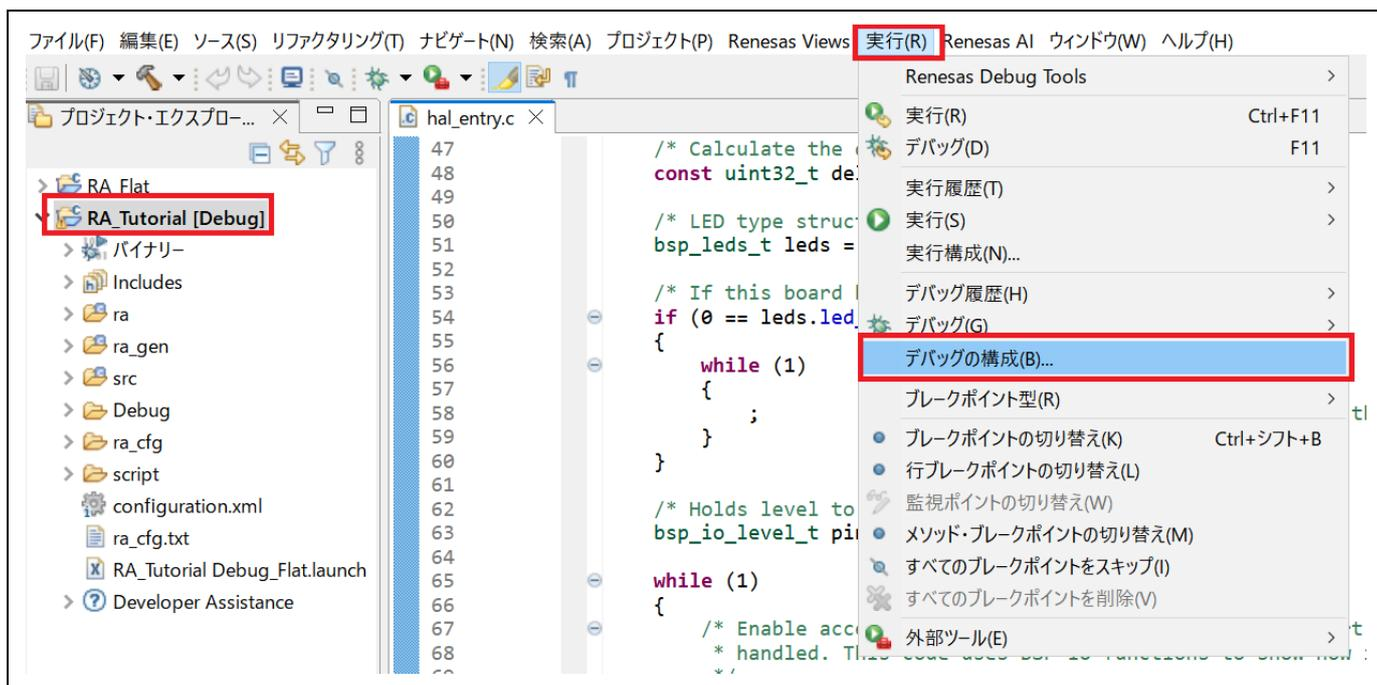

図 5-2 デバッガー [デバッグ構成] ウィンドウを開く
- (1) [デバッグ構成] ウィンドウを開きます（「図 5-2 デバッグ – [デバッグ構成] ウィンドウを開く」参照）。
- (2) [デバッグ構成] ウィンドウの左ペインに表示されたデバッグ構成（例：“RA_Tutorial Debug_Flat”）を選択し  アイコンをクリック（現在選択している起動構成をコピー）すると、複製されたデバッグ構成（例：“RA_Tutorial Debug_Flat(1)”）が作成されます。
- (3) デバッグ構成は「5.1 既存デバッグ構成の変更」で説明した方法で設定できます。